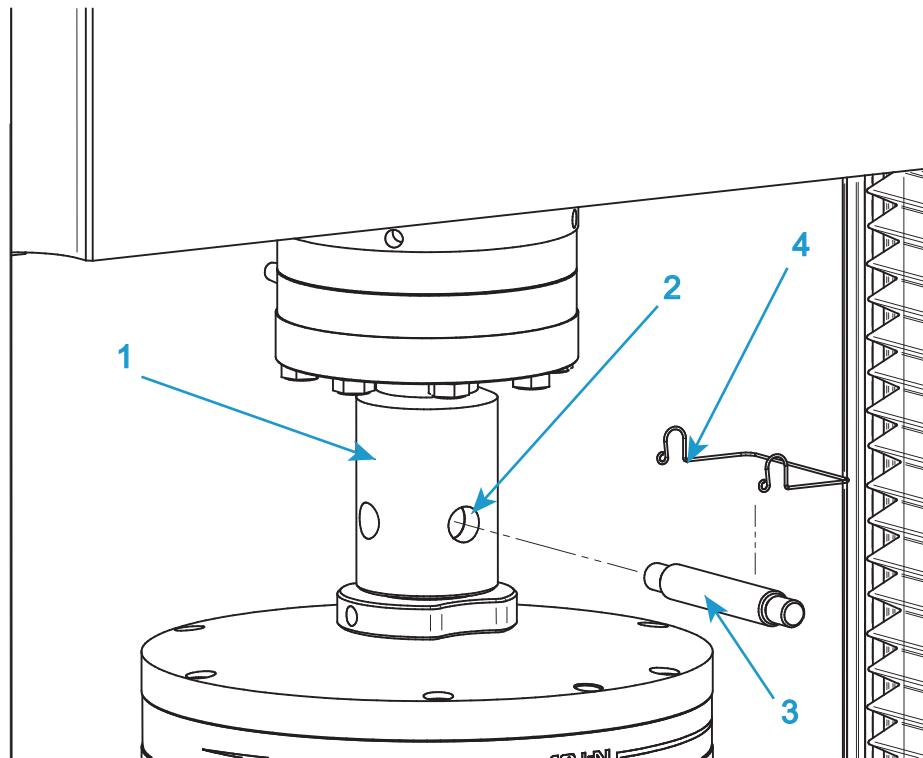

図17. 一般的なグリップの取り付け
この手順を実行するときは、85 ページの図 17 を参照してください。
1. 上側グリップでは、グリップのアダプタをロードセル アダプタのメス クレビス ソケット (図 17 の 1) に挿入します。
2. クレビス穴 (図 17 の 2) の位置を合わせ、クレビス ピン (図 17 の 3) を穴に差し込みます。
3. クレビス ピン クリップ (図 17 の 4) でクレビスを所定の位置に固定します。